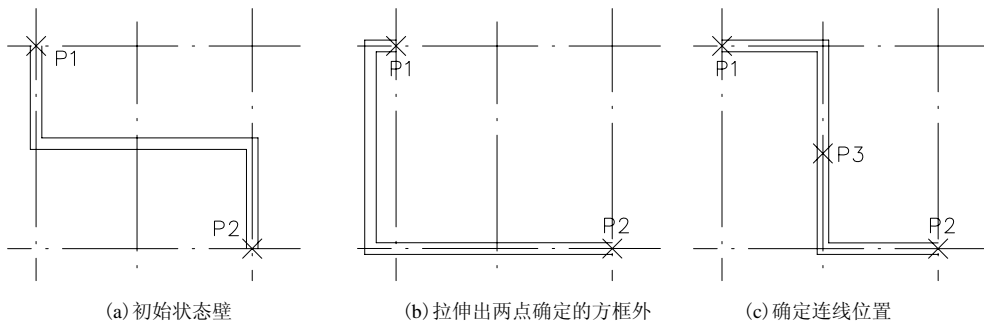

图 9-13 折线墙
**[折线墙]:** 绘制方法与拐线墙类似，但拉伸墙线的形状不同。指定折线起点和终点，再选取折线点，拉伸至适当的位置，即绘制出折线墙。要改变折线方向，可以按如图 9-13 所示的步骤操作。